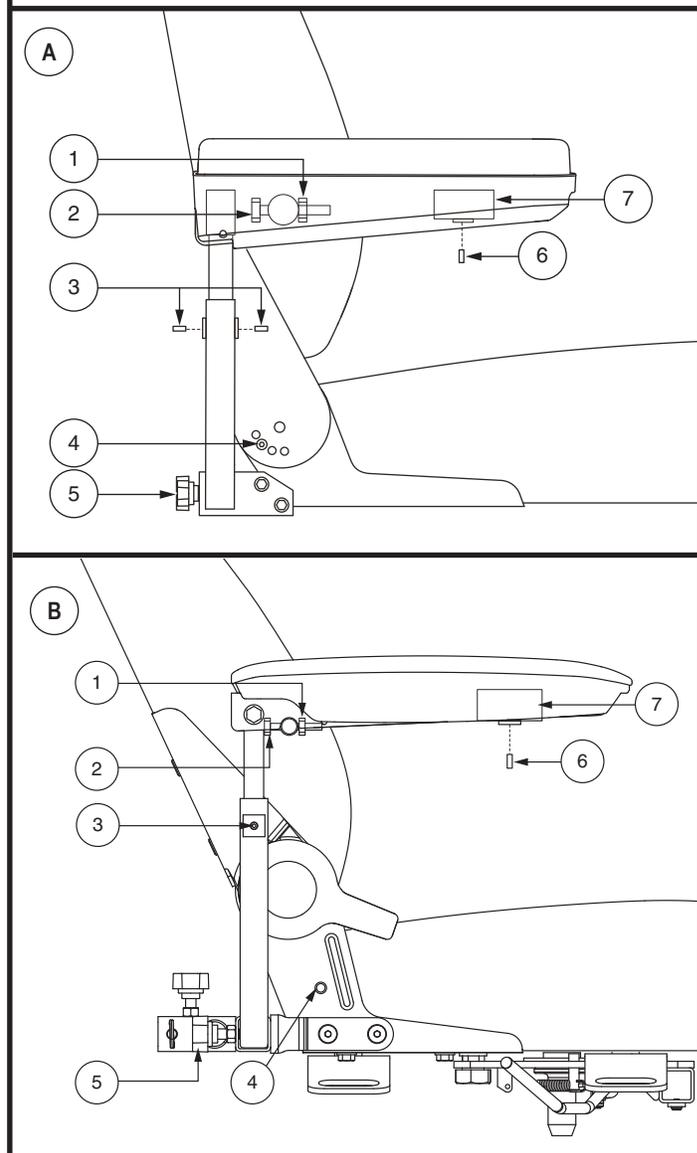

Figura 9. Regolazioni del bracciolo e dello schienale
NOTA: La configurazione più comune dell'hardware di regolazione del sedile è illustrata nella figura 9. Il prodotto può essere dotato di una configurazione diversa. Tutte le configurazioni funzionano in modo simile.
1. Rimuovere le viti di regolazione da ogni cerniera del sedile. Vedere figura 9.
1. Individuare la manopola di regolazione su ogni lato della staffa del bracciolo. Vedere figura 9.
2. Allentare il dado. **Vedere figura 9.**
1. Allentare le viti di regolazione del bracciolo. **Vedere figura 9.**
3. Allentare la vite sulla staffa della centralina. **Vedere figura 9.**
5. Allentare la vite di fissaggio sulla parte inferiore di ogni bracciolo. **Vedere figura 9.**